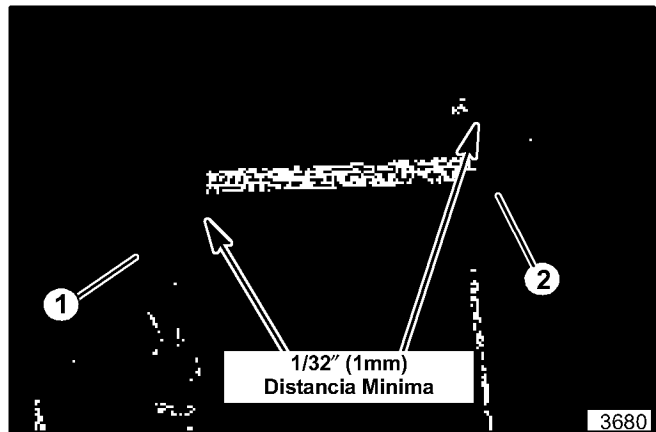

Figura 26. Espacio del Retén de la Correa
24. Desenganche la palanca del embrague. Revise las puntas de los dos retenes para correa. Debe haber un mínimo de 1/32" (1 mm) entre las puntas de los retenes (vea la figura 26). Si es necesario, suelte la placa pivote intermedia del enrollador y ajústela lo que sea necesario.